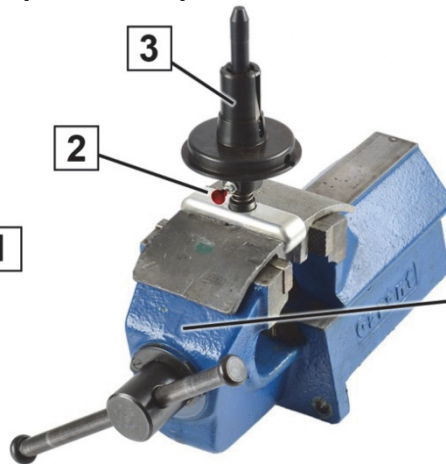

Fig. 2: Ispænd specialværktøjet
2. Spænd specialværktøjet (3) fast i skruestikken (5) (fig. 2).